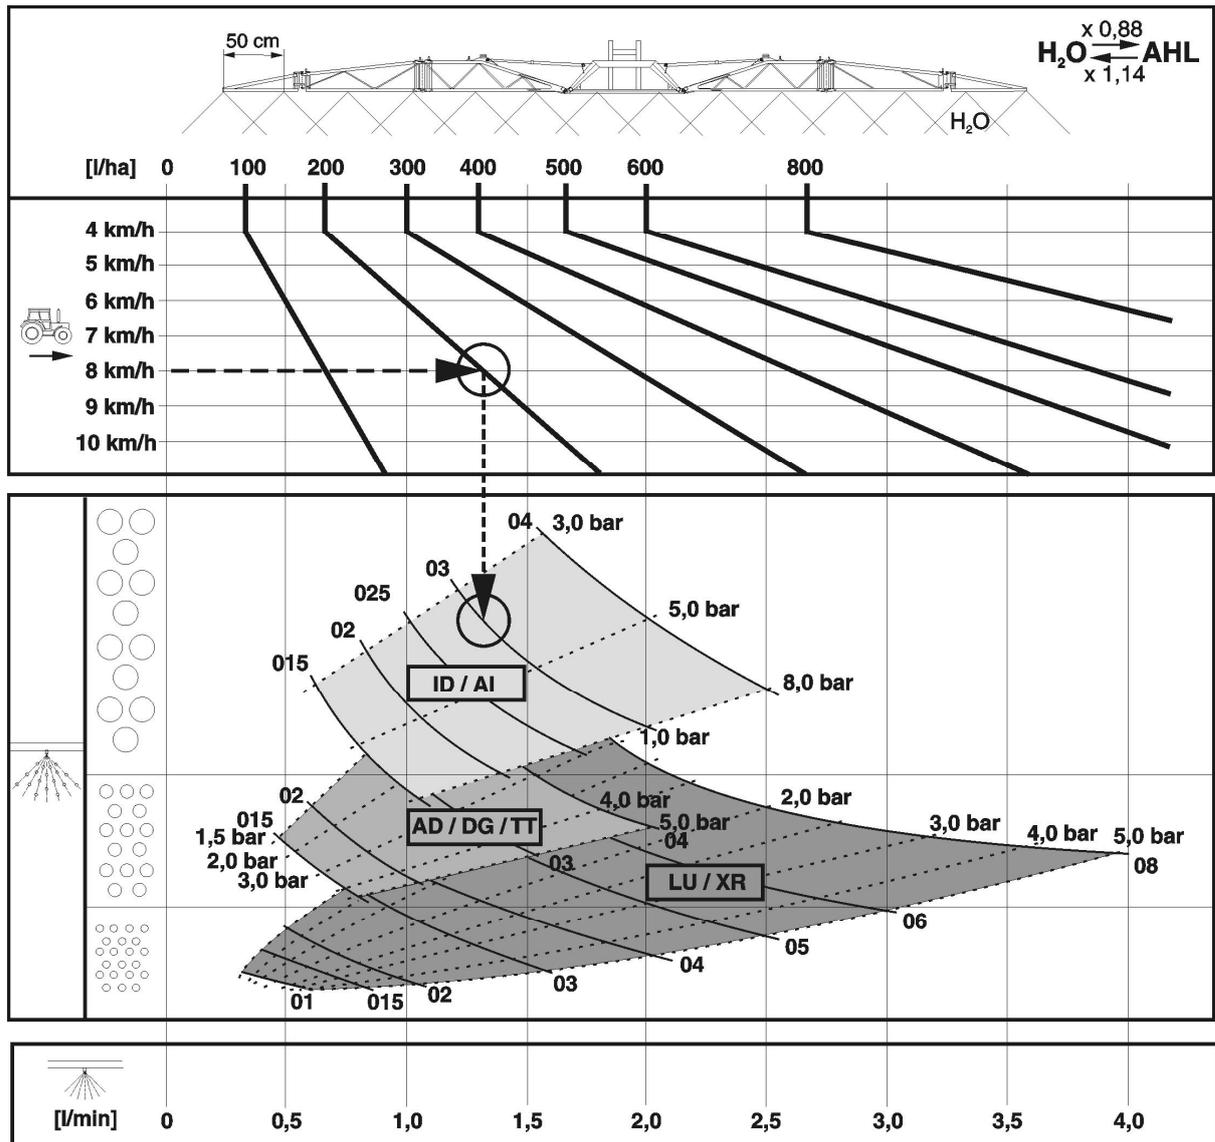

Fig. 167
- La Fig. 167 sirve para seleccionar el tipo de tobera más apropiado. El tipo de tobera viene determinado por